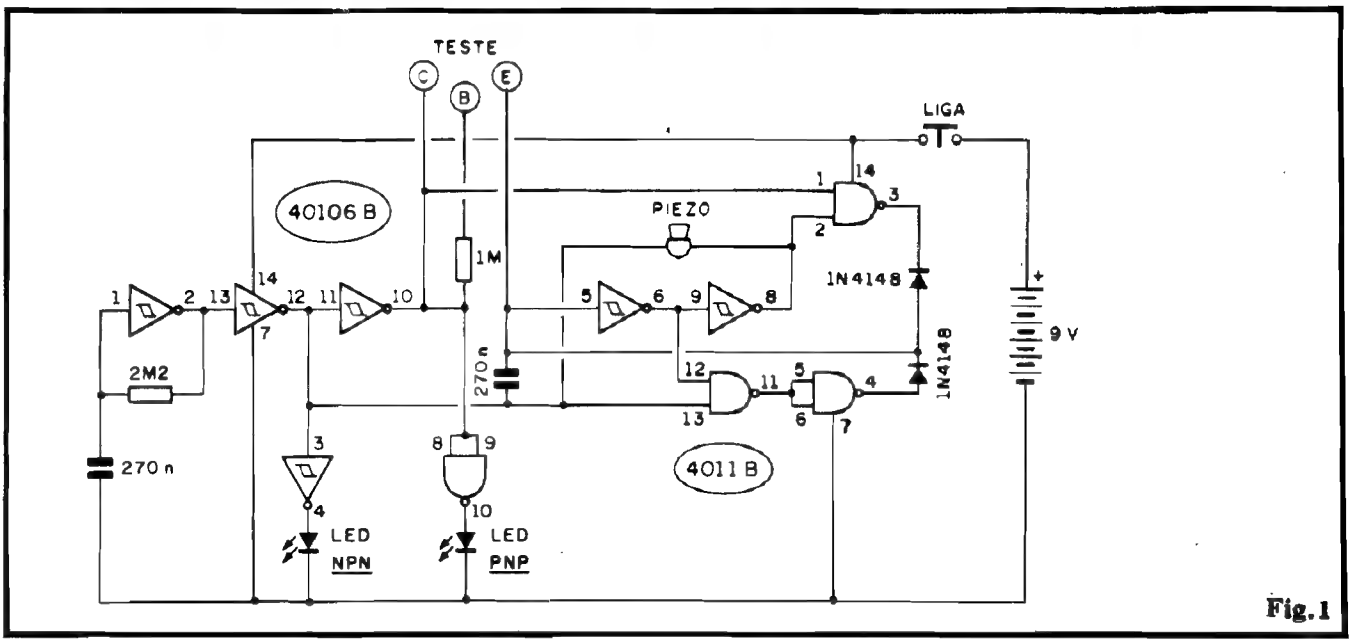
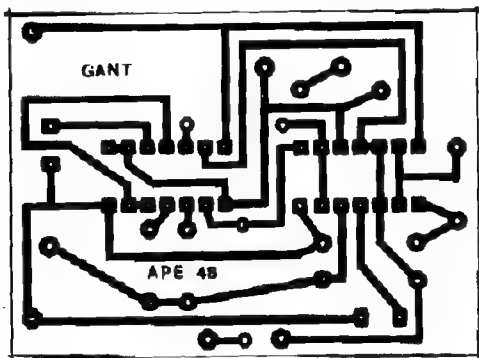

Fig. 1
Fig.2
- **FIG. 1 - O CIRCUITO** - As diversas funções, verificações e análises efetuadas pelo GANT constituem conjunto bastante complexo de trabalhos, a nível circuitual... Para sintetizar tudo, compactando o arranjo (e também seu custo...) adotamos o uso de dois Integrados da "família" digital C.MOS, super-versáteis, aproveitados ao máximo dentro das suas potencialidades e capacidades: um 40106 (sêxtuplo inversor simples **Schmitt Trigger**) e um 4011 (quádrupla porta NAND de duas entradas cada...). O **gate** do 40106 delimitado pelos pinos 5 e 6 está arranjado em oscilador, cuja Frequência (dentro da faixa de áudio) é determinada basicamente pelo capacitor de 270n e pelo próprio valor "resistivo" assumido pelo percurso **emissor/coletor** do transistor testado... Este tem seu terminal de **base** intermitentemente polarizado (em parâmetro fixo) através do resistor de 1M, o qual, por sua vez, recebe "estados" positivos e negativos na razão da oscilação efetuada por
- FIG. 2 - LAY OUT DO CIRCUITO IMPRESSO ESPECÍFICO - A presença "concentradora" dos dois Integrados (como já foi mencionado na análise técnica do
Circuito - fig. 1) "alivia" bastante a placa, em termos de tamanho e "congestionamento"... Assim o lay out (em tamanho natural na fig. 2) é muito simples e compacto, não devendo representar ao